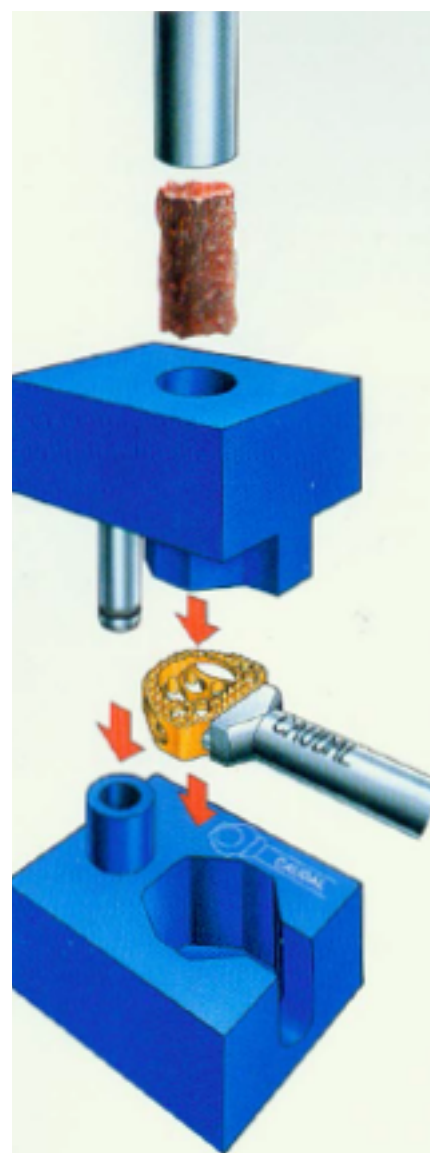

图 6a
- 将 Cage 放置于压实器盒内，再将事先准备好的自体骨碎片或人工骨置于 Cage 上方的圆孔内，用压实器充分压实，直到自体骨或人工骨从多个孔中溢出，从而达到保证移植骨有充分血液供应的目的（图 6a）。